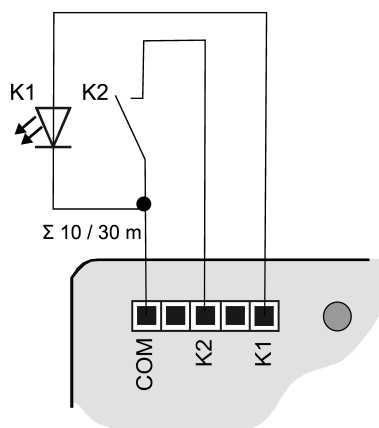
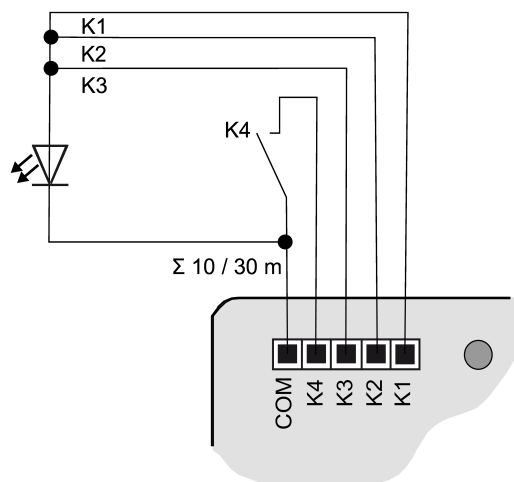

Figura 3: Ejemplo de conexión de interfaz de pulsadores doble
Figura 6: Ejemplo de conexión con salidas conectadas en paralelo
- Conectar pulsadores, interruptores, contactos, LED o NTC siguiendo los ejemplos de conexión con los cables de conexión adjuntos (4) (véase figura 3) a (véase figura 6). Los ejemplos de conexión muestran el uso con entradas y salidas.
i Para incrementar la corriente de salida también pueden conectarse en paralelo salidas con la misma parametrización, en el ejemplo (véase figura 6) K1-K3 aquí están conectadas en paralelo.